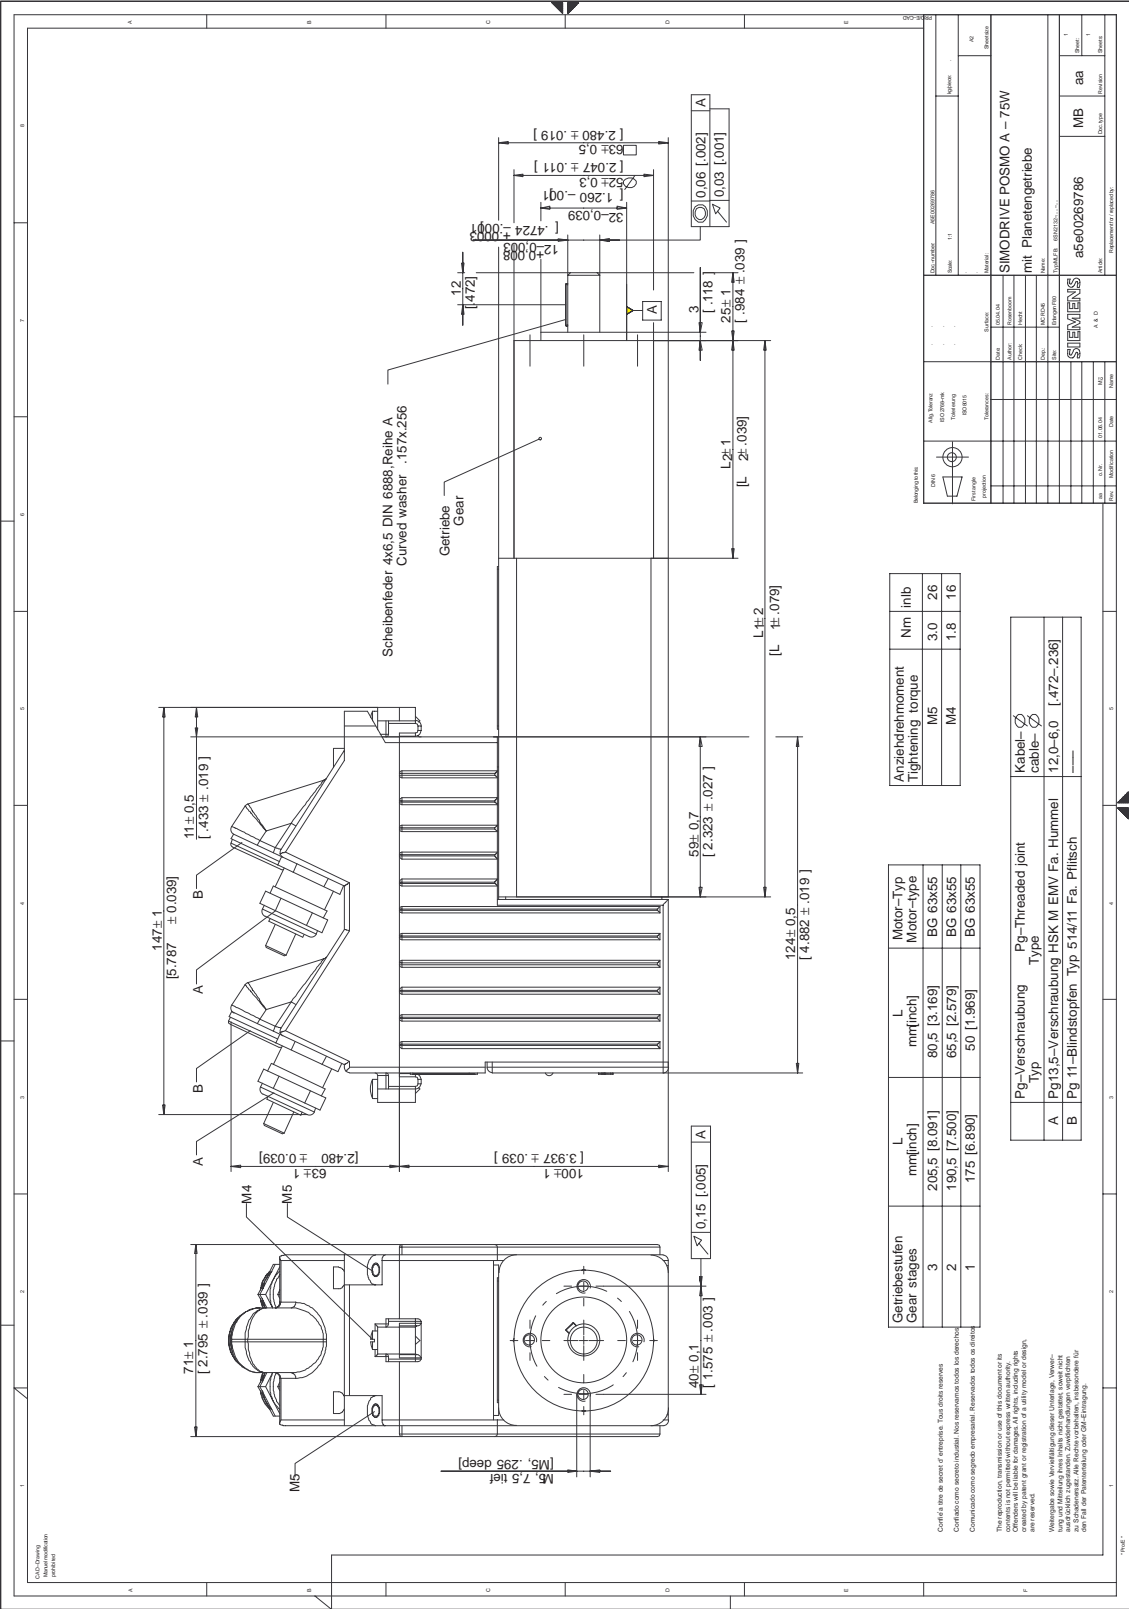

Bild C-2 Maßblatt: SIMODRIVE POSMO A – 75 W mit Planetengetriebe
- Motor mit Planetengetriebe Stufe 1, 2, 3 —> siehe Bild C-2